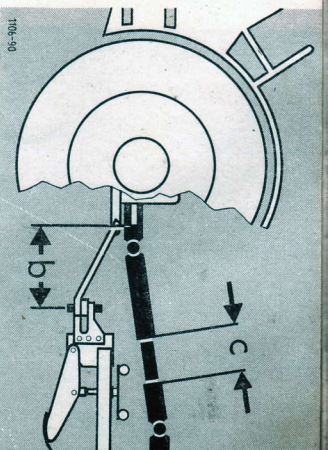
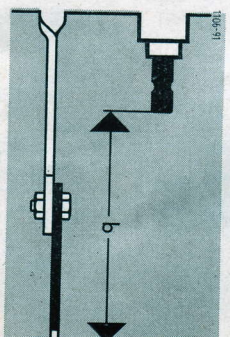

Bild 10
Bild 11
**Abstand zwischen Zapfwellenende und Anhangepunkt** (Maß b in Bild 10) muß mindestens 330 mm betragen. Bei zu langem Abstand (über 600 mm) Gelenkwelle mit Umlängen „g“ verwenden. Bei zu kurzem Abstand Anhängeschiene wie in Bild 11 gezeigt verlängern.
**Schublänge** zwischen den Gelenkwellenrohren (Maß c in Bild 10) muß bei Geradeausfahrt mindestens 180 mm betragen. Gelenkwelle durch Abhängen gleichlanger Stücke von beiden Innen- und Außenrohren kürzen, falls die Schublänge nicht ausreicht.